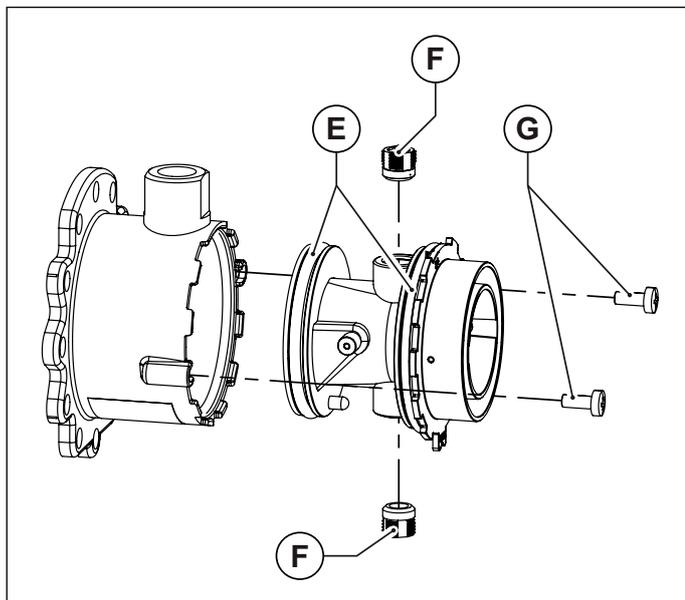

Abb. 38 Kunststoffkörper des Mixers
- Den Kunststoffkörper der Mischeinrichtung nach Lösen der beiden Befestigungsschrauben abziehen (siehe Abb. 38 Kunststoffkörper des Mischers).
- Beide Gas-Düsen der Mischeinrichtung mit einem 6 mm Innensechskantschlüssel lösen/herausdrehen (siehe Abb. 38 Kunststoffkörper des Mischers).
- Den Kunststoffkörper (Venturi) erneut montieren und ihn dabei, in der richtigen Position in die Mischeinrichtung einsetzen und mit den Befestigungsschrauben fixieren, dabei darauf achten, dass die O-Ringe, die an den Enden des Kunststoffkörpers (siehe Abb. 38 Kunststoffkörper des Mischers) sitzen, nicht beschädigt werden und die Montagerichtung einhalten (siehe Abb. 39 Montagelage).
- Die zusammengesetzte Mischeinrichtung mit den Innensechskantschrauben am Gebläse montieren und dabei darauf achten, dass die O-Ringe zwischen dem Mischer und dem Gebläse positioniert sind (siehe Abb. 38 Kunststoffkörper des Mischers).